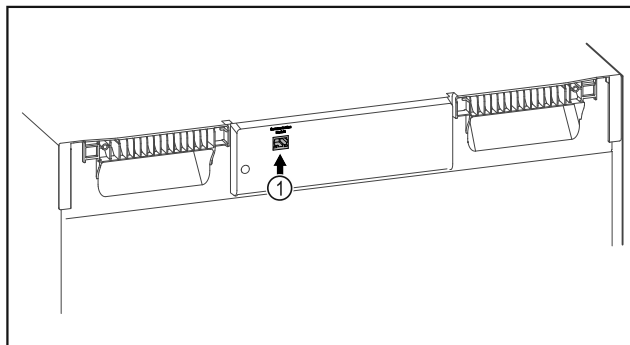

Fig. 113
- Le SmartModule Fig. 113 (1) est en place.